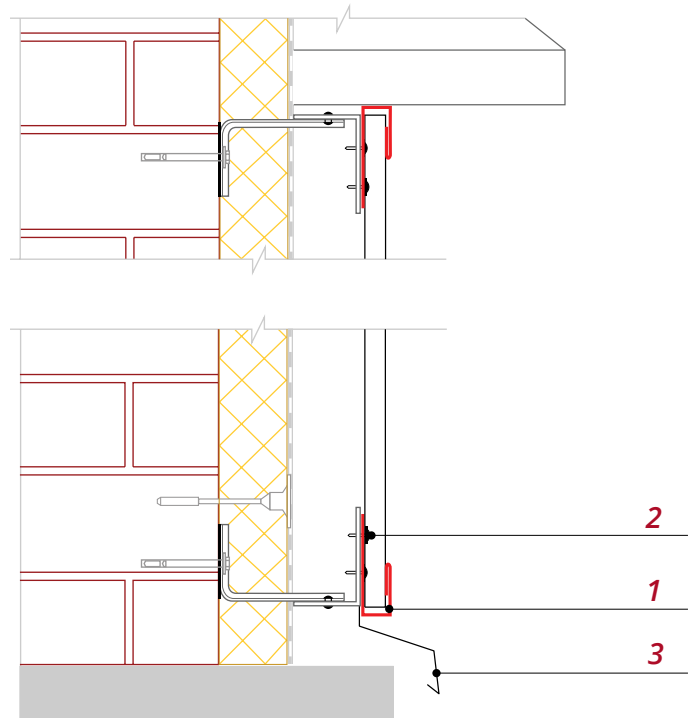

Рис. 4
■ Установите J-профиль **1** по нижней линии облицовки фасада, по уровню, строго горизонтально (рис. 4). Закрепите планку саморезами **2**. Если предусмотрен цокольный отлив **3**, установите его до монтажа планки.
- Используется J-профиль (рис. 4).